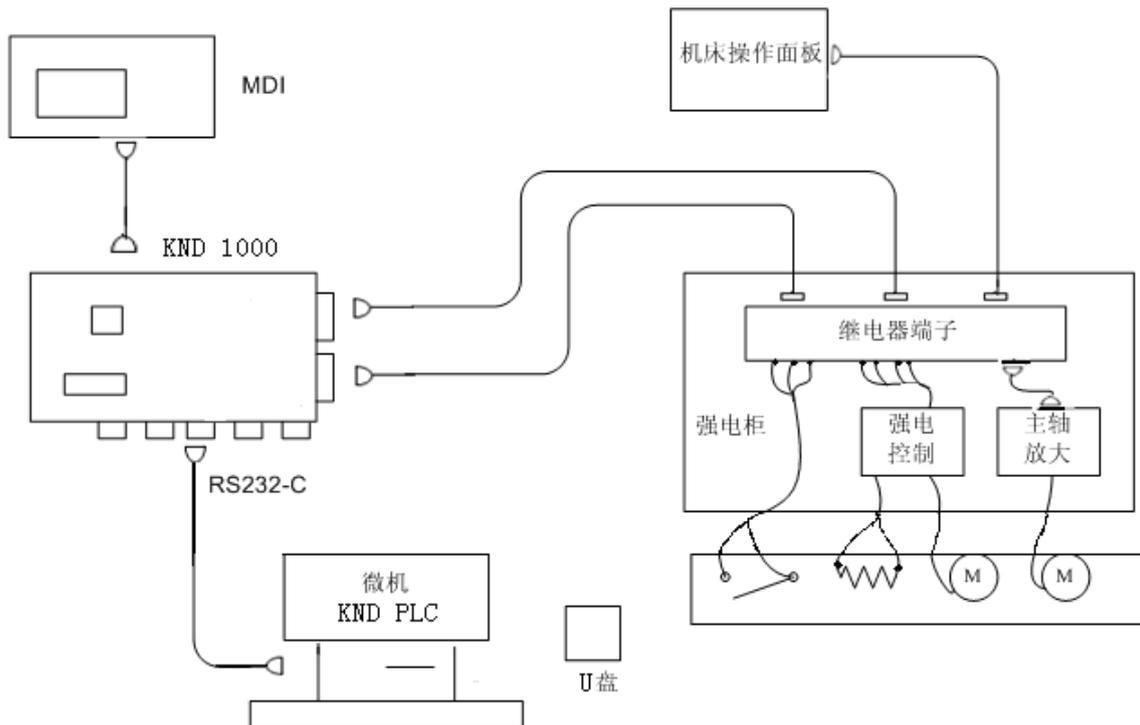

图 4-4 联机调试法连接图
2. 联机：如图 4-4 所示与机床连接，开机启动顺序程序运行，扫描机床输入输出状态，确保机床状态正常，进入工作界面。调试时要防止由于不希望的移动引发偶然事故。